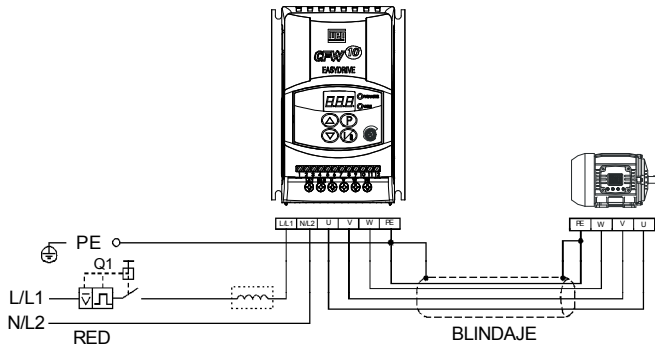

Figura 8.2 - Conexiones de potencia con reactancia de red en la entrada
- ☑ La conexión de reactancia de red en la entrada es presentada en la figura 8.2.